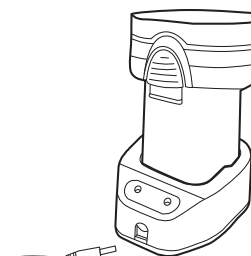

Abb. 4
4. Verbinden Sie den Ladeadapter (17) mit der Ladestation (13), indem Sie die Ladestecker (18) in die Anschlussbuchse (14) der Ladestation stecken (Abb.4).